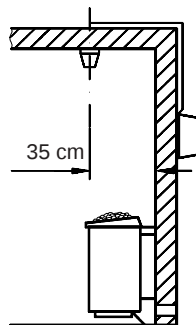

Рис. 9
2. Вкрутите один из шурупов в верхнее среднее крепежное отверстие (Рис.9). На этот шуруп навешивается контроллер. Поэтому шуруп должен выступать приблизительно на 3 мм (Рис. 3.2)
3.1. Навесьте контроллер на шуруп в верхнем крепежном отверстии, выступающий на 3 мм. Протяните соединительный кабель через предварительно расширенные отверстия и привинтите нижнюю часть корпуса болтами в обоих нижних отверстиях (рис.9) к стенке или крыше парилки (рис. 4).